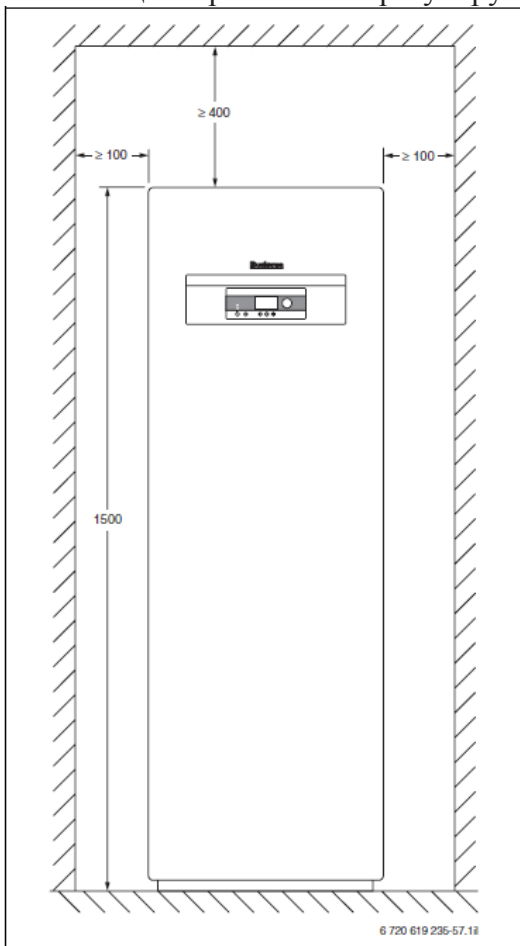

Рисунок 50 Установочные размеры тепловых насосов Logatherm WPS 6–17 (указаны в мм)
- Установочные размеры (→ Рисунок 50)